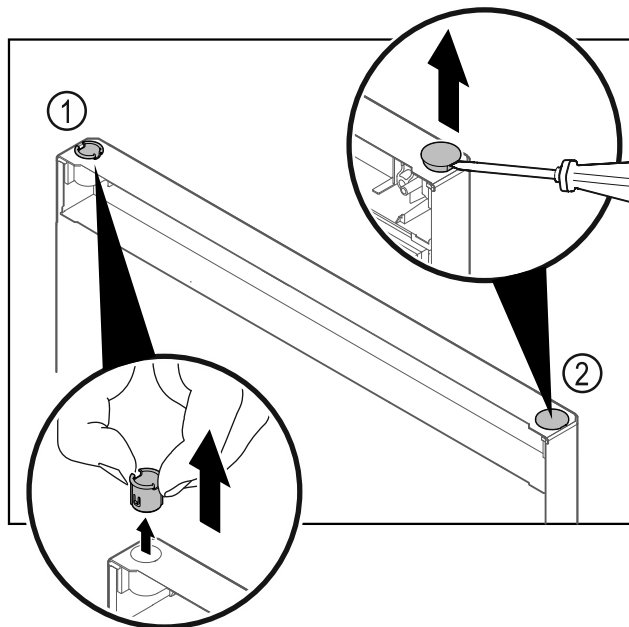

Fig. 26 Πόρτα τμήματος συντήρησης
- ▶ Τραβήξτε έξω την υποδοχή μεντεσέ Fig. 26 (1) με τα δάχτυλα.
- ▶ Ανασηκώστε προσεκτικά την τάπα Fig. 26 (2) με ένα ίσιο κατσαβίδι και τραβήξτε την έξω.